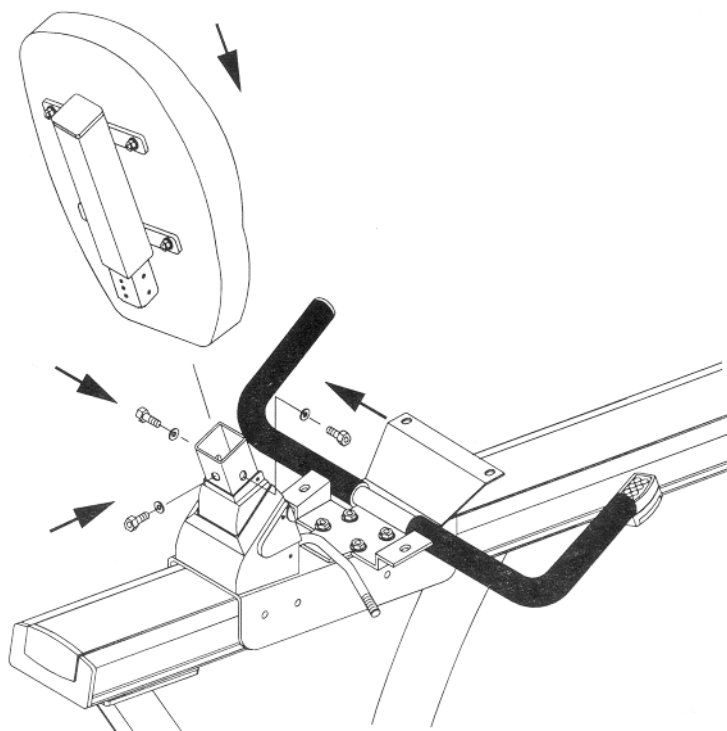

Fig.7
9. Plaats de rugsteun van het zitje in de zadel post, en maak deze vast door de 5/16"bouten te gebruiken en de pakking ringen. (zie fig.7).